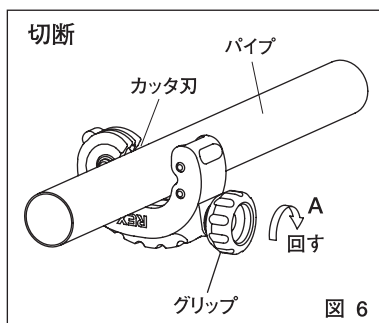

図 6
(2) パイプ切断、スクレーパ
- ①パイプの切断位置をマーキングしカッタをセットしてください。この時パイプの先端はローラ幅以上に出してください。(図6)